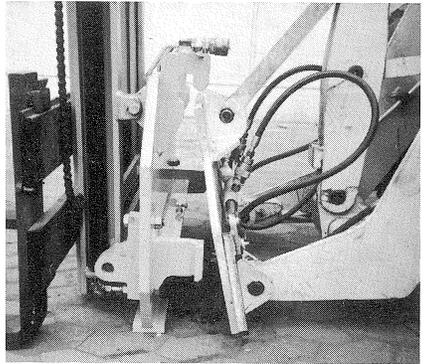

FIG. 39
(2) Avec le support de changement, soulever le mât élévateur (fig.39) et incliner le support vers l'arrière jusqu'à ce que le mât porte complètement contre le support. Avec la manette fig.16/6, verrouiller le mât élévateur avec le support de changement.